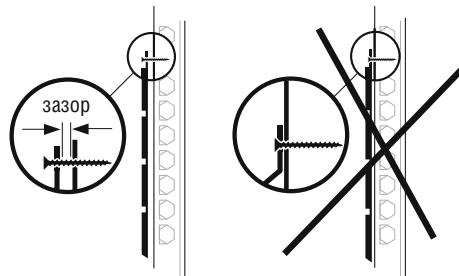

рис. 5
- Устанавливая панели, оставляйте небольшое расстояние между верхним краем шляпки самореза и панелью, это обеспечит свободное расширение-сжатие (рис. 5)
- делать зазоры между панелью и верхним краем шляпки самореза (рис. 5);